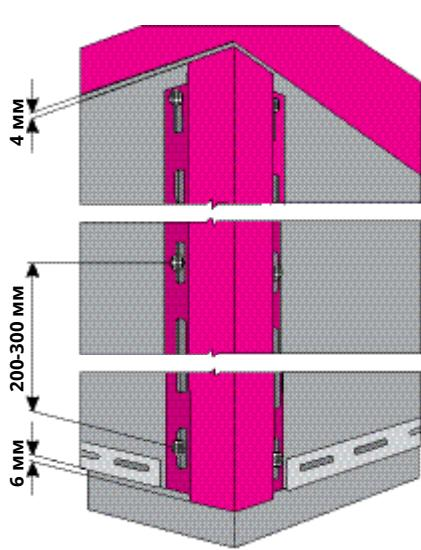

рис. 11
- для монтажа доборных элементов 200-300 мм друг от друга (рис.11).
Вертикально монтируемые элементы винилового сайдинга: внутренний, наружный угол, Н-профиль вывешивается на двух саморезах в верхних перфорационных отверстиях; финишная планка, окнооконная планка, J-фаска, J-профиль широкий, вертикально монтируемый сайдинг вывешивается на одном саморезе в верхнее перфорационное отверстие и висит на нем (рис.11). Все остальные саморезы необходимо фиксировать строго в центр перфорационных отверстий с интервалом 200-300 мм, для вертикально монтируемого сайдинга интервал 300-400 мм. В верхней части вертикально монтируемого элемента винилового сайдинга необходимо оставить зазор для теплового расширения 4 мм. В нижней части, до отлива/отмостки 6 мм. Между шляпкой самореза и панелью/доброрным элементом необходимо оставить зазор 1 мм. Виниловый сайдинг, софиты и доборные элементы после монтажа должны быть подвижны.